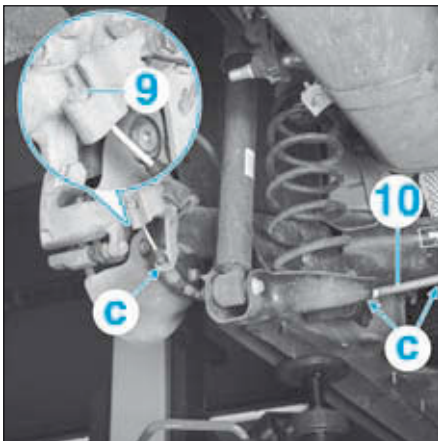

FIG.64
- Dégager, de chaque côté, l'extrémité du câble (9) de l'étrier (Fig.64).
- Dégrafer le câble de frein stationnement (10) en (c).